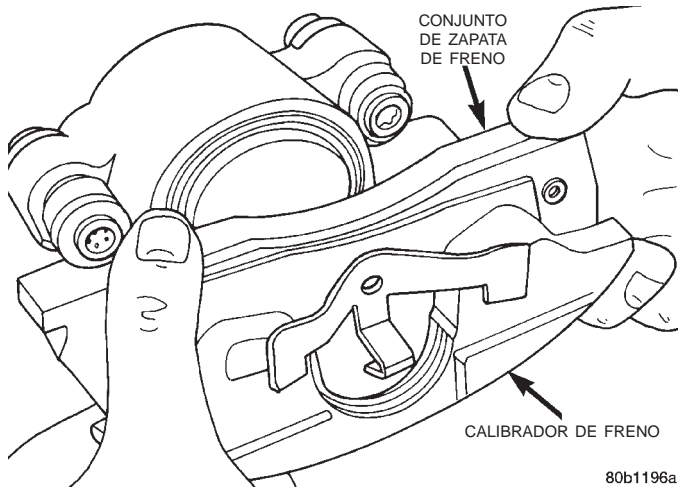

Fig. 68 Instalación de la zapata de freno de afuera dirección (Fig. 69). Después gire el calibrador hasta su emplazamiento en la articulación de la dirección.
(6) Deslice la nueva zapata de freno de afuera sobre el calibrador (Fig. 68).